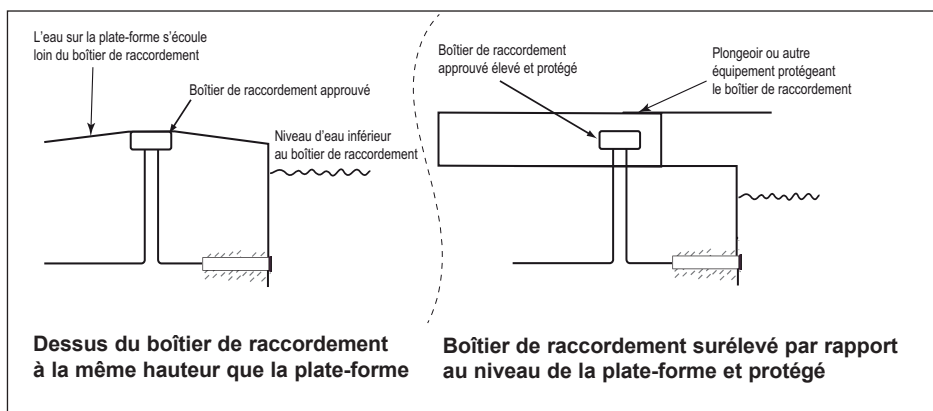

Figure 2
- Le boîtier de raccordement installé à la plate-forme doit être scellé au conduit pour empêcher l'eau d'y entrer. Voir la figure 2 ci-dessous.
Voir la *Figure 2* à la page 3 pour l'installation du boîtier de raccordement au Canada.